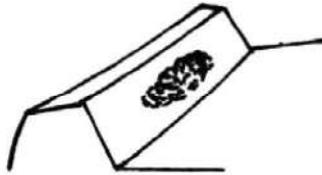

Рис. 8. Выступ зацепления зубчатой передачи
- Зацепление главных механизмов осуществляется посредством выбора прокладки гнезда подшипника и прокладки картера ведущего моста необходимой толщины, чтобы убедиться в правильности отпечатка (как показано на рис. 8) и размером зазора в пределах 0.16-0.32 мм. При этом, удерживайте предварительное напряжение на обоих концах дифференциала в пределах 100—150 Н;
- Соприкосновение пары звездочек на концах переднего моста регулируется набором прокладок (1) подходящей толщины, чтобы гарантировать зазор механизма в пределах 0.16—0.3 мм, и обеспечить правильное пятно контакта.
- Чтобы получить конечный зазор механизма в пределах 0.16—0.3 мм, необходимо изменить толщину прокладок (13) для окончательной регулировки, тем временем,
- Зазор 0.1—0.5 мм между нижней поверхностью кольца-фиксатора (4) вертикального вала (3) в любом конце и верхней поверхностью ведомой шестерни (7) получают используя прокладки (6) подходящей толщины.